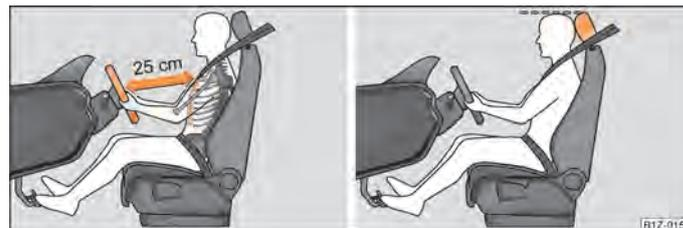

Fig. 116 A distância correcta entre o condutor e o volante / Ajuste correcto do encosto de cabeça do condutor
- Ajuste o volante de modo a que a distância entre o volante e o estérno seja, no mínimo, de 25 cm ⇒ Fig. 116 - à esquerda.
- Ajuste o encosto de cabeça, de modo a que a parte superior do encosto fique, tanto quanto possível, à mesma altura que a parte superior da sua cabeça ⇒ Fig. 116 - à direita.
- O condutor deve manter uma distância mínima de 25 cm em relação ao volante ⇒ Fig. 116 à esquerda. Se não manter a distância mínima, o sistema de airbag não o pode proteger - perigo de vida!
- Ajuste os encostos de cabeça, de modo a que a parte superior dos encostos fique, tanto quanto possível, à mesma altura que a parte superior da sua cabeça → Fig. 116 - à direita.